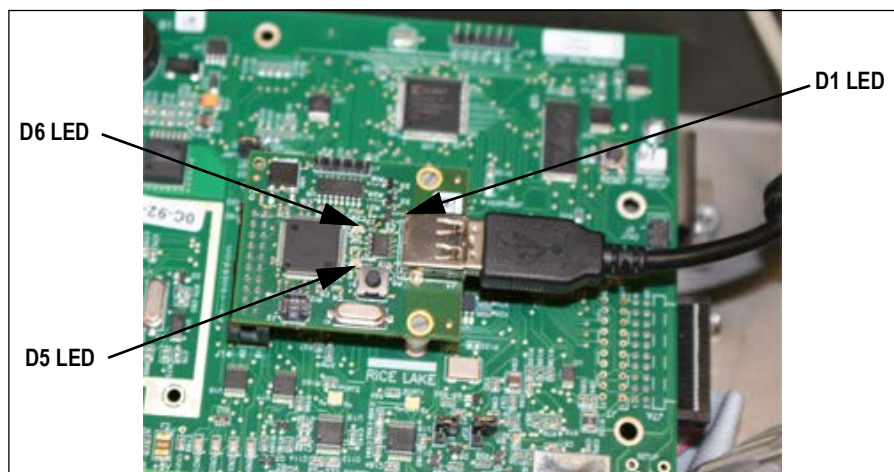

Figura 2-16. Instalación de la tarjeta opcional USB
5. En la tarjeta opcional USB hay varios LED de señalización, como se muestra en la Figura 2-16.